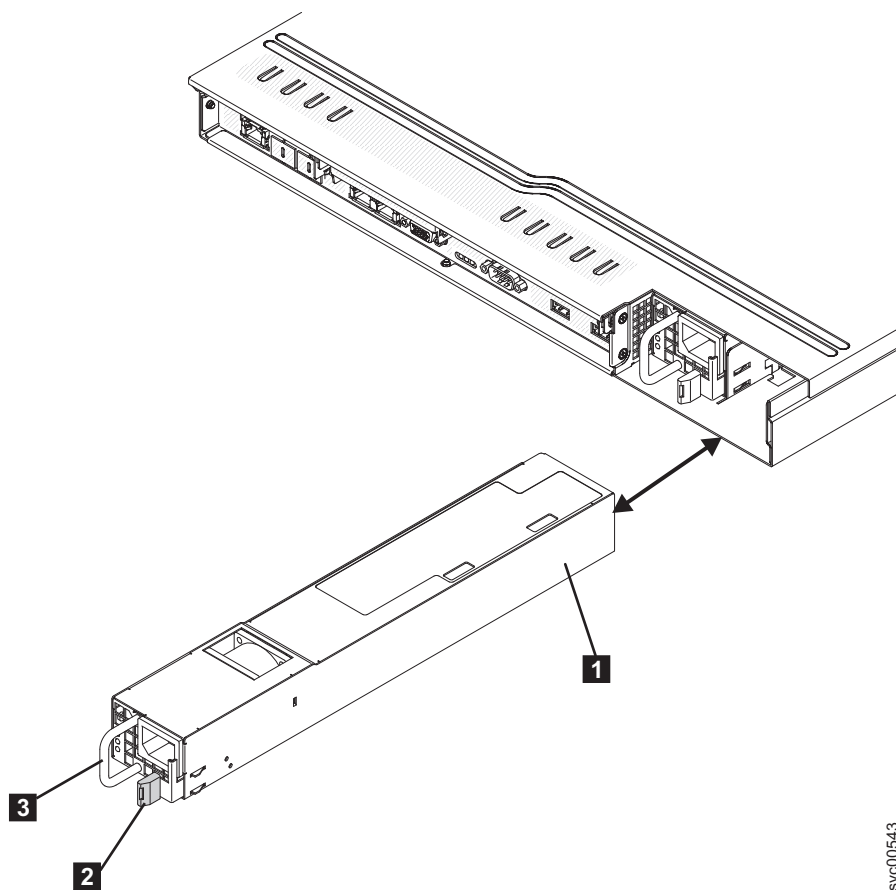

Figura 204. Fonte de alimentação do SAN Volume Controller 2145-CG8 ou 2145-CF8
2. Segure a alça na parte traseira da fonte de alimentação, conforme mostrado em Figura 204 na página 256. Deslize totalmente a fonte de alimentação para a frente no nó, até que ela se encaixe no lugar. Verifique se a fonte de alimentação se conecta firmemente no conector da fonte de alimentação.